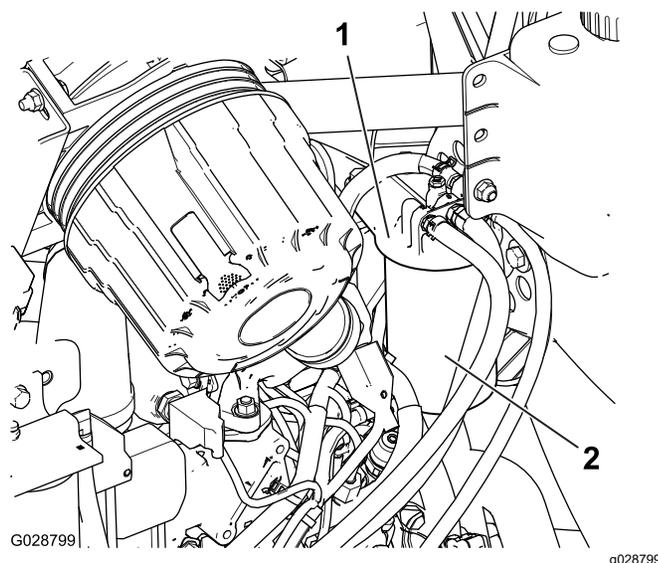

Figura 90
1. Limpe a zona em torno da cabeça do filtro de combustível (**Figura 90**).
2. Retire o filtro e limpe a superfície de montagem da cabeça do filtro (**Figura 90**).